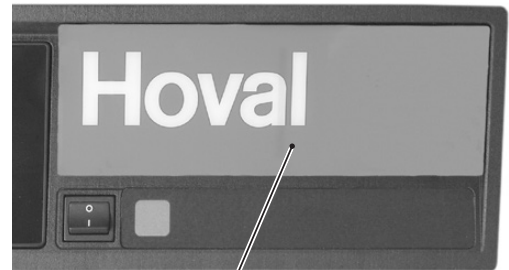

Fig. 01
1. Aprire il coperchio ribaltabile (1, Fig. 01) a destra sul quadro di comando.
4. Chiudere il coperchio ribaltabile (1, Fig. 01).